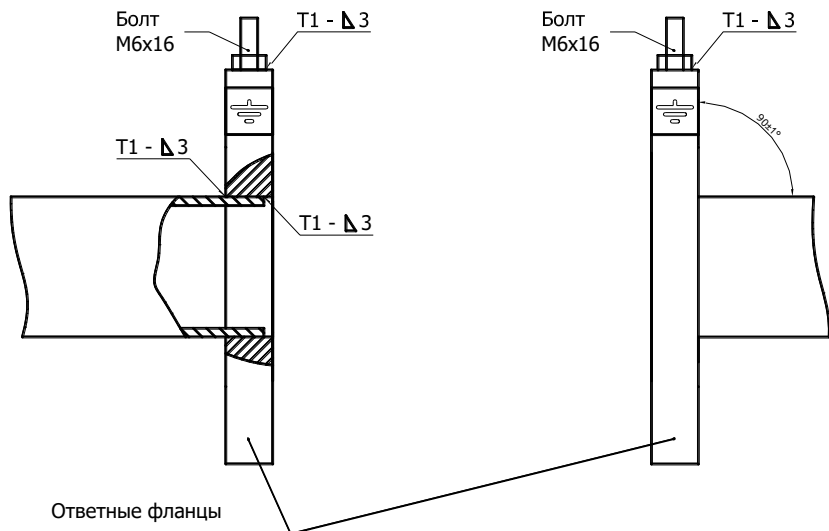

Рис. 8.5
8.3.4 К прямолинейным участкам трубопровода приварить фланцы в соответствии с ГОСТ12820-80, при этом угол между осью трубопровода и плоскостью фланца должен быть $90\pm 1^\circ$. Фланцы следует приваривать таким образом, чтобы после установки расходомера (ППР) ось электродов ППР лежала в горизонтальной плоскости (допустимое отклонение от линии горизонта $\pm 10^\circ$). При монтаже ответных фланцев необходимо приварить болт заземления к верхней части монтируемого фланца (см. рис. 8.5).
ВНИМАНИЕ!!! На датчики расхода, монтаж которых выполнен с нарушением требований ГОСТ 12820-80 (соединение труба-фланец), гарантийные обязательства не распространяются (см. рис. 8.5а).
Рис.8.5а